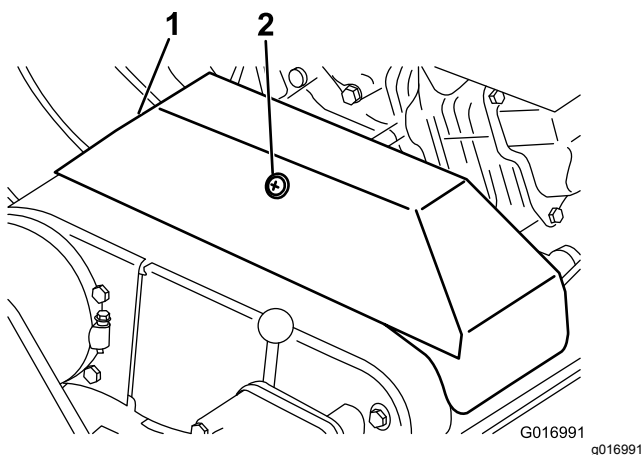

Figura 34
3. Desaperte a fixação que prende a cobertura da correia em V e incline a abertura da cobertura (Figura 34).